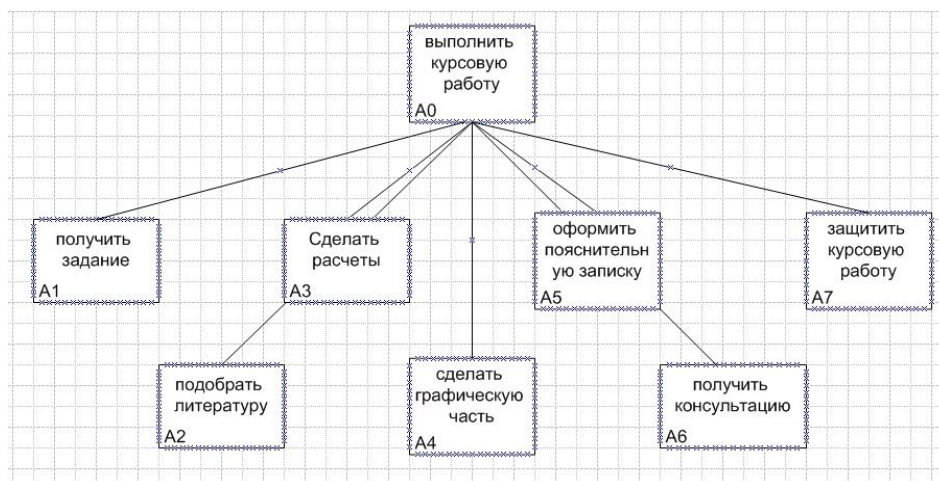

Рисунок 10 - Диаграмма узлов
4. Дерево узлов – это диаграмма, отображающая иерархию работ процесса (Рис. 10)